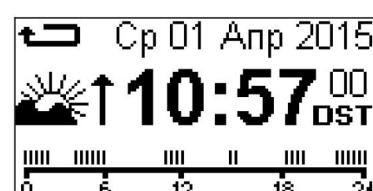

Рисунок 6.1 – Главный экран таймера
Примечание – для просмотра событий необходимо находиться на главном экране таймера (рисунок 6.1).
- Если во время проверки ошибок не обнаружено, на дисплее таймера в течение 2 секунд отобразится надпись **Настр. в порядке**, и таймер вернется на главный экран (рисунок 6.1);